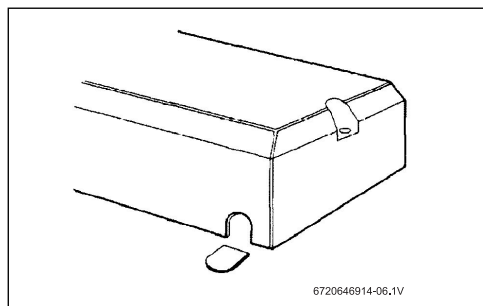

Fig. 5 Capot de l'unité
- Si le passage par le bas du capot est choisi, découper la languette du capot pour mettre à nu la gaine en caoutchouc (Fig. 5) :